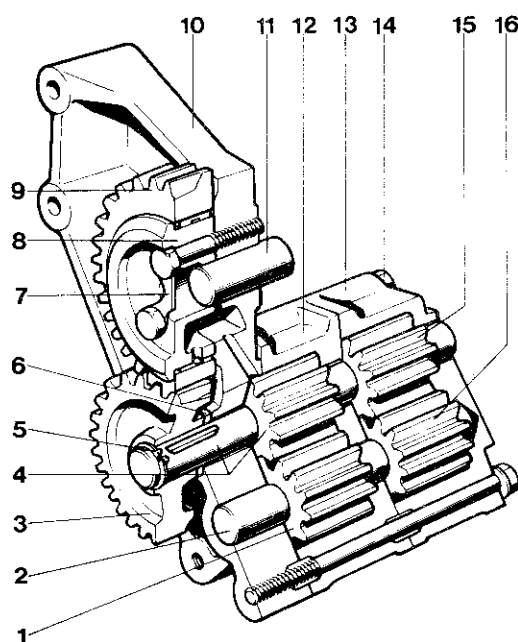

Fig. 107. Oljepump, motor med grund sump för stora lutningar
1. Ta bort mellanhjulet (9, fig. 107). Hjulet är fäst med tre skruvar och lagrat på en lagerhylsa.
4. Placera axialbrickan (6 fig. 107) på axeltappen. Sätt dit kilen och pressa på yttre drivhjulet (3).